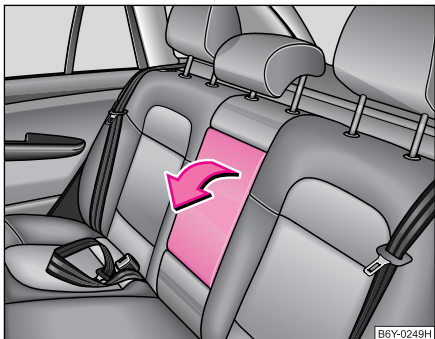

Abb. 81 Rücksitze:
- Die Armlehne können Sie zur Komforterrhöhung herunterklappen ⇒ Abb. 81.